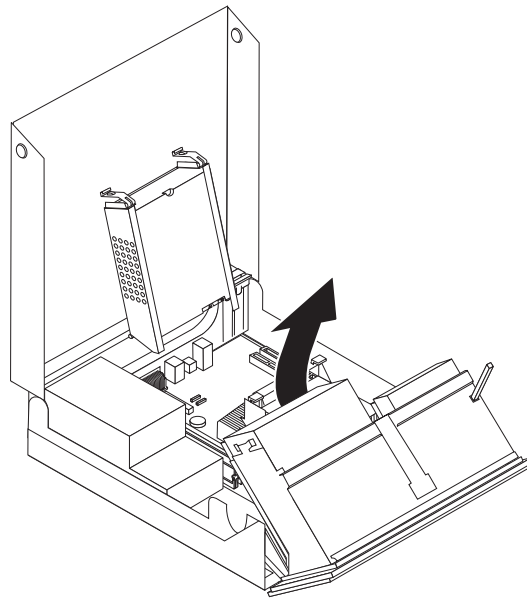

图 6. 旋转驱动器托架
2. 对于部分型号，可能需要向上旋转驱动器托架并向上旋转硬盘驱动器，才能操作内部组件。请参阅图 6。